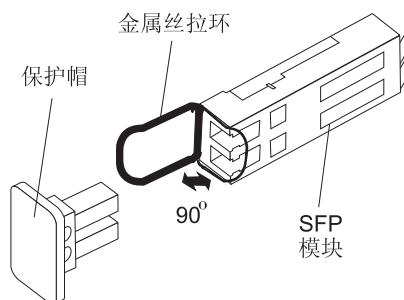

图 29. 松开塑料类 SFP 模块滑锁
- 对包含塑料卡片的 SFP 模块, 如第 52 页的图 29 中所示, 通过把塑料卡片向外拔出 10° 来松开 SFP 模块滑锁。